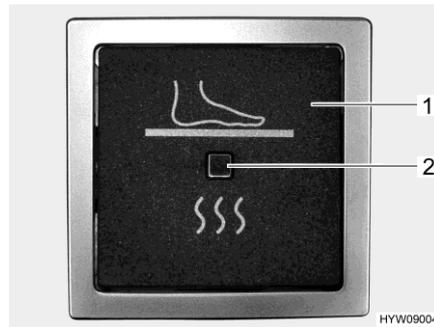

Fig. 120 Interruptor basculante (calentamiento eléctrico del piso)
- ▷ El calentamiento eléctrico del piso se conecta y desconecta a través de un interruptor basculante (Fig. 120,1). Cuando el calentamiento del piso está funcionando, estará encendida luz de control (Fig. 120,2).